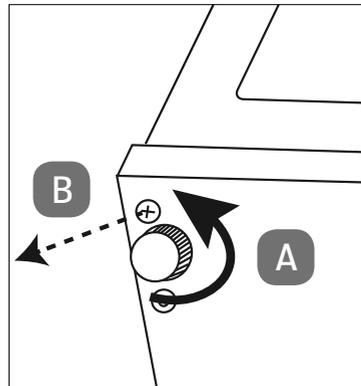
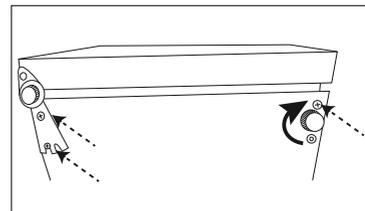

Abb. 12
Abb. 13
- ▶ Entfernen Sie den Standfuß (6) (A) und die Schraube (B) auf der gegenüberliegenden Geräteunterseite (siehe **Abb. 12**) und montieren Sie den Standfuß (6) und die Schraube dort, wo zuvor das untere Scharnier montiert war (siehe **Abb. 13**).
- ▶ Belassen Sie den kleinen Stellfuß am unteren Türscharnier (5).
- ▶ Legen Sie die Lochplatte des unteren Scharniers an der gegenüberliegenden Geräteunterseite an (siehe **Abb. 13**), so dass die Bohrungen der Lochplatte auf die Bohrungen im Gerätegehäuse passen. Die Lochplatte liegt dabei parallel zur seitlichen Gerätekannte und der Scharnierzapfen zeigt in Richtung Gerätefront.